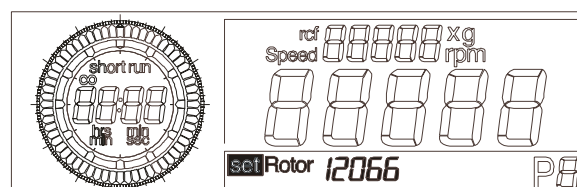

Abb. 5.14: Rotorvorbereitung
- Drehen Sie den linken Drehknopf, bis im Anzeigenfeld "set" vor der Option "Rotor" erscheint (siehe Abb. 5.14).